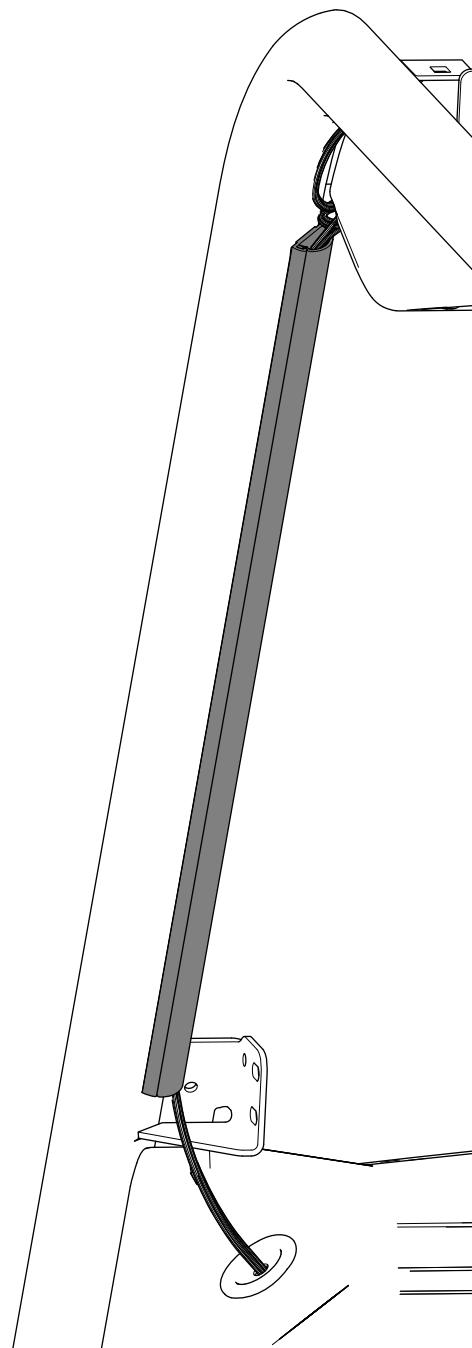

Figura 13
5. Instale o olhal no furo no painel de instrumentos (Figura 13).
6. Cole a calha de cablagem à superfície plana na barra de segurança frontal esquerda (Figura 13).